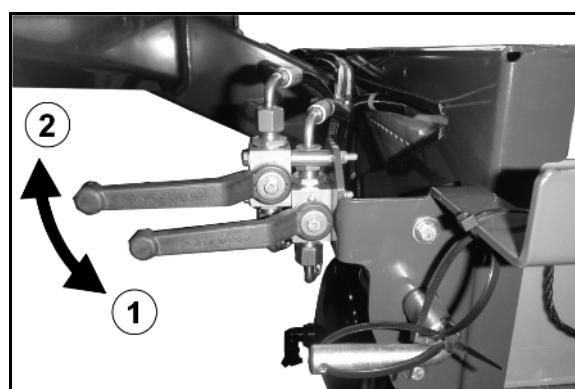

Fig. 27
- Åbn afspærtingshanen på hydraulikblokken (Fig. 27/1).
- Luk afspærtingshanen (Fig. 27/2):